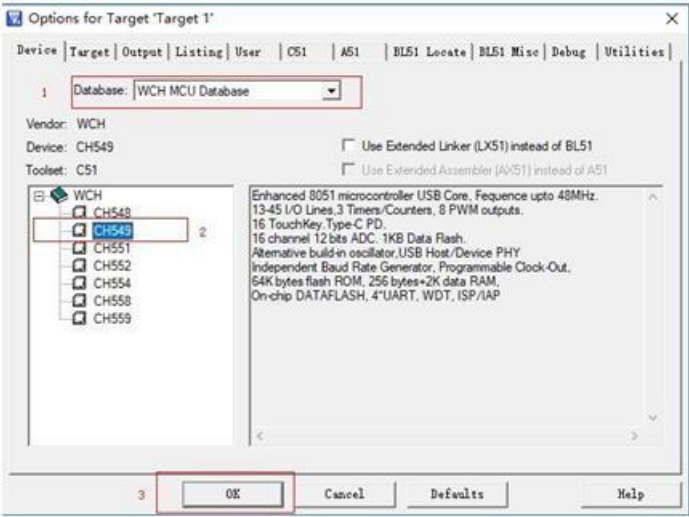
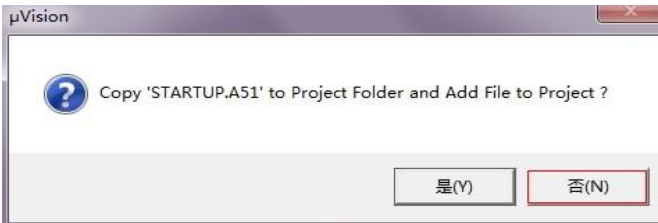

图 3.2.3
图 3.2.4
(2)、打开 KeilC51 工具，创建工程项目。按图 3.2.3 所示 1~3 选择 CH545 芯片。确定后，弹出图 3.2.4所示窗口，点击“否”即可。